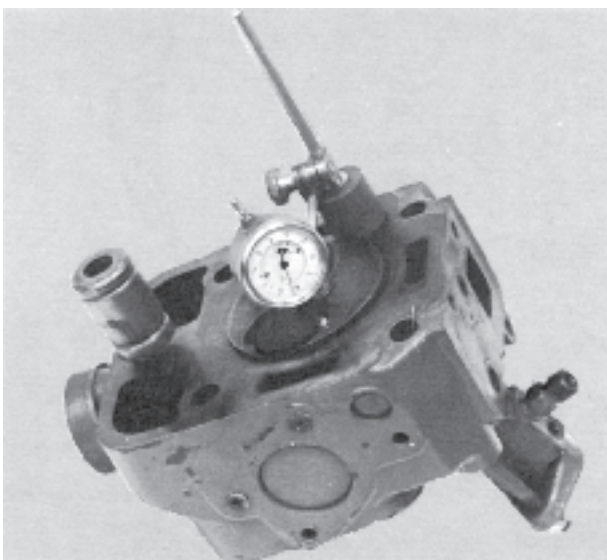
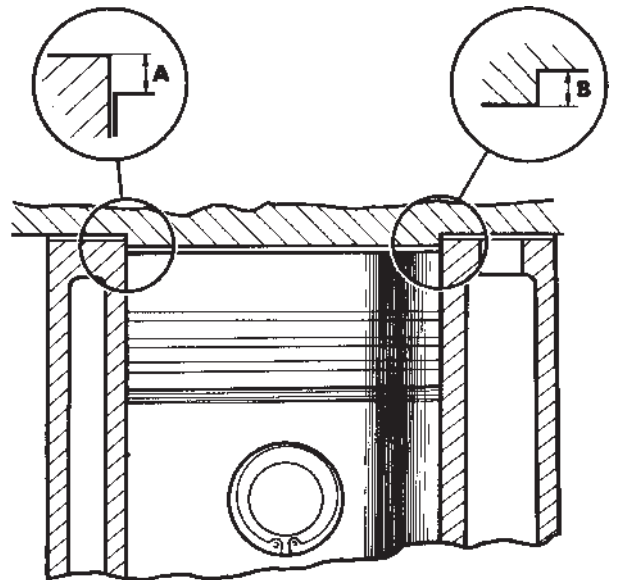

Fig. 31.
Fig. 32.
6. Mät avståndet från cylinderblockets övre del till kolven med en indikatorlocka eller djupmikrometer. Till detta mått "A" enligt fig. 32 adderas 1,3 mm, vilket är tjockleken på en sammanpressad cylinderlockspackning.
7. Mät därefter upp höjdskillnaden mellan topplockets nedskjutande del och tätningsplanet enl fig 31. Detta mått motsvarar mått "B" enl fig 32. Från det erhållna måttet "A" + 1,3 subtraheras mått "B". Det erhållna värdet skall vara 0,4–0,5 mm. Man bör försöka vara så nära 0,4 mm som möjligt.